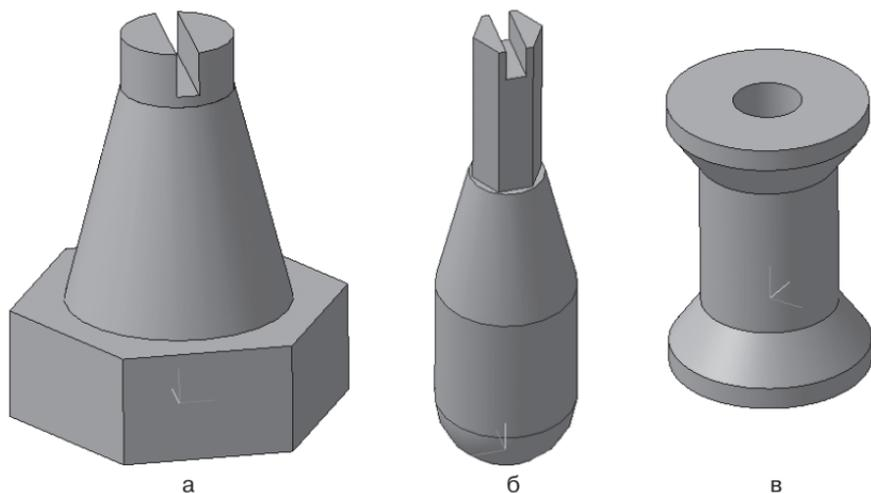

Рис. 155. Задание для самостоятельной работы
1. Создайте предмет (рис. 155, а), используя команды **Операция выдавливания**, **Приклеить выдавливанием** и **Вырезать выдавливанием**. Правильная прямая шестиугольная призма (радиус описанной окружности 30 мм, выдавить на 20 мм). Усеченный конус (радиус 20 мм, приклеить выдавливанием на 40 мм, **Уклон 1** внутрь, **Угол 1** равен 14°). Цилиндр (радиус 10 мм, приклеить выдавливанием на 10 мм, **Угол 1** равен 0°). Параллелепипед (высота больше диаметра окружности, например 30 мм, ширина 4 мм – используйте команду прямоугольник по центру и вершине; вырезать выдавливанием на 8 мм).
2. Создайте предмет (рис. 155, б), используя команды **Операция вращения**, **Приклеить выдавливанием** и **Вырезать выдавливанием**. **Полушар** (дуга радиусом 20 мм – **Операция вращения**, **Сфероид**). **Цилиндр** (радиус 20 мм, приклеить выдавливанием на 40 мм). **Усеченный конус** (радиус 20 мм, приклеить выдавливанием на 40 мм, **Уклон 1** внутрь, **Угол 1** равен 13°). **Правильная прямая шестиугольная призма** (радиус описанной окружности 10 мм, приклеить выдавливанием на 50 мм, **Угол 1** равен 0°). **Параллелепипед** (высота больше диаметра описанной окружности, например 24 мм, ширина 6 мм – используйте команду **прямоугольник по центру и вершине**; вырезать выдавливанием на 10 мм).
3. Создайте предмет (рис. 155, в), используя команды **Операция выдавливания**, **Приклеить выдавливанием** и **Вырезать выдавливанием**. **Цилиндр** (радиус 30 мм, выдавить на 70 мм). **Усеченный конус** (радиус 30 мм, приклеить выдавливанием на 20 мм, **Уклон 1** наружу, **Угол 1** равен 35°). **Цилиндр** (радиус 44 мм, приклеить выдавливанием на 10 мм, **Угол 1** равен 0°). **Цилиндр** и **усеченный конус** приклеить с двух сторон. **Цилиндр** (радиус 15 мм, вырезать через все).